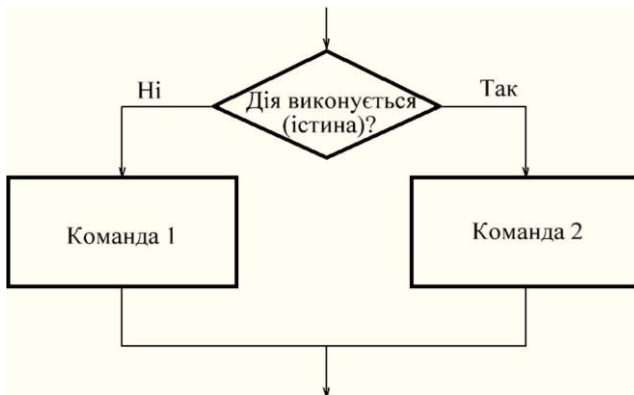

Рис. 3.7. – Приклад умовного оператора
**Умовний оператор** – це оператор, конструкція мови програмування, що забезпечує виконання певної команди тільки за умови істинності деякого логічного виразу, або виконання однієї з декількох команд в залежності від значення деякого виразу (рис. 3.7).